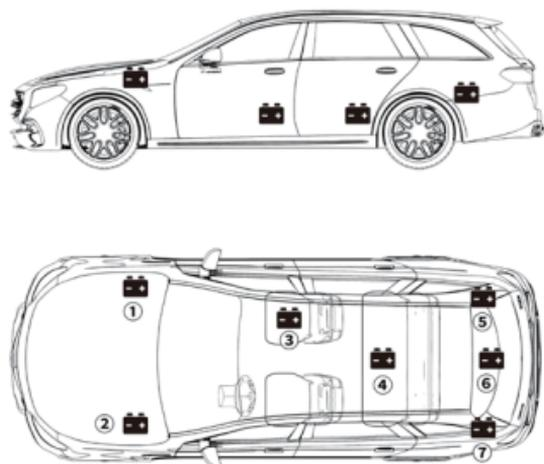

Figura 4.1.1
1. A maioria dos modelos mantém a bateria no compartimento do motor, sob o capô, em um dos cantos da frente. Veja a localização da bateria ① e ② na Figura 4.1.1.
2. Para equilibrar a distribuição desigual do peso, alguns fabricantes seguram o motor no porta-malas. Veja a localização da bateria ⑤, ⑥, e ⑦ na Figura 4.1.1. Neste caso, a bateria pode ter uma tampa plástica que deve ser removida antes de qualquer teste.
3. Para outros modelos, a bateria pode ser armazenada embaixo do banco traseiro. Veja a localização da bateria ④ na Figura 4.1.1.
4. Para alguns veículos, a bateria pode ser localizada embaixo do assento do passageiro. Veja a localização da bateria ③ na Figura 4.1.1.